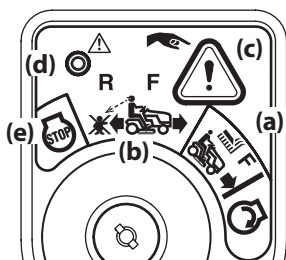

Figura 27
2. Gire la llave de encendido de la posición CORTE NORMAL (a) a la posición MODO PRECAUCIÓN MARCHA ATRÁS (b) del interruptor de encendido. Consulte la Figura 27.
3. Presione y sostenga el BOTÓN MODO PRECAUCIÓN MARCHA ATRÁS (c) que está en la esquina superior derecha del módulo de encendido durante 3 segundos. La luz indicadora roja (d) que está en el ángulo superior izquierdo del módulo de encendido se mantendrá ENCENDIDA mientras esté activada. Consulte la Figura 27.
4. Una vez activada (luz indicadora ENCENDIDA), se puede operar el tractor en marcha atrás con la PTO (enganche de cuchillas) en la posición acoplada (ON).